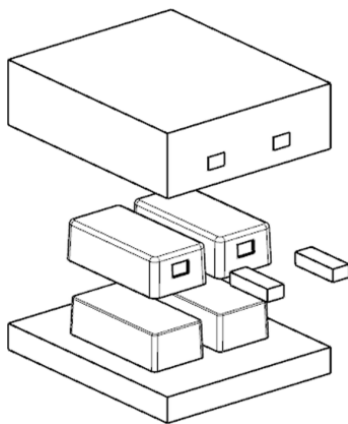

图 9-19 移动零件
(41) 选取“菜单 | 装配 | 爆炸图 | 新建爆炸图”，创建一个新的爆炸图。
(42) 选取“菜单 | 装配 | 爆炸图 | 编辑爆炸图”，移动各零件后如图 9-19 所示。